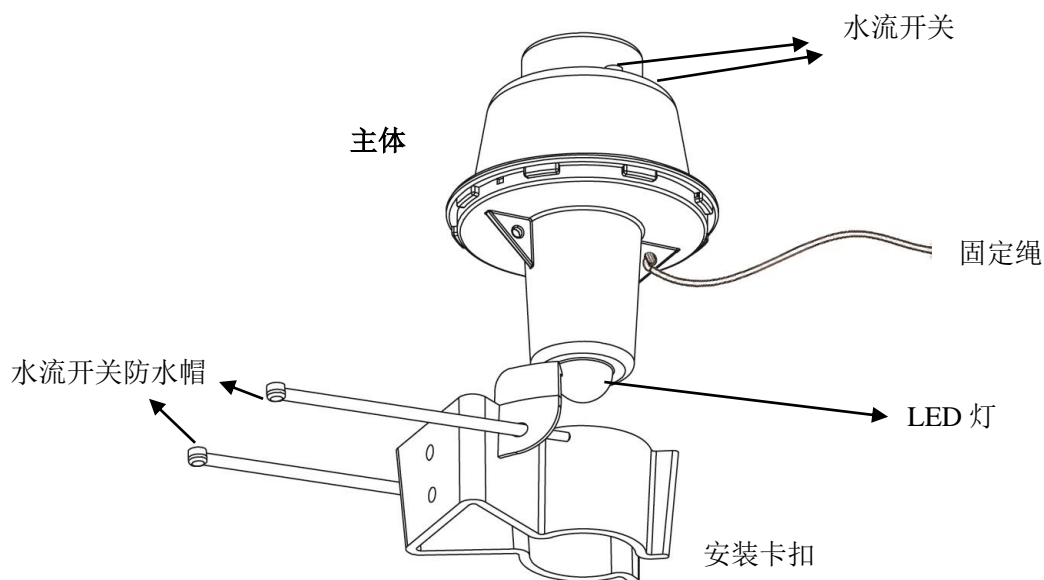

图 2-1 产品结构
2.2.1 LNK-LB-01B 救生圈灯主要结构包括带电池的主体\ LED 灯\水流开关\安装卡扣及固定绳。结构如下图 2-1 所示：